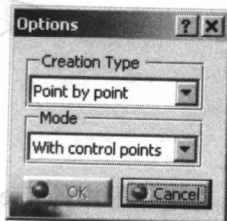

图 1-33
(1) 在 Curve Creation 工具栏中单击“表面上的曲线”功能按钮^②, 弹出如图 1-33 所示的 Options 对话框。